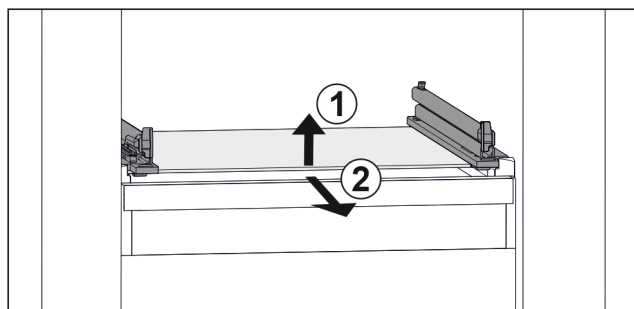

Fig. 158 Примерное отображение стеклнной пластины
- ▶ Приподнимите стеклнную пластину спереди. Fig. 158 (1)
- ▶ Извлеките стеклнную пластину движением вперед. Fig. 158 (2)